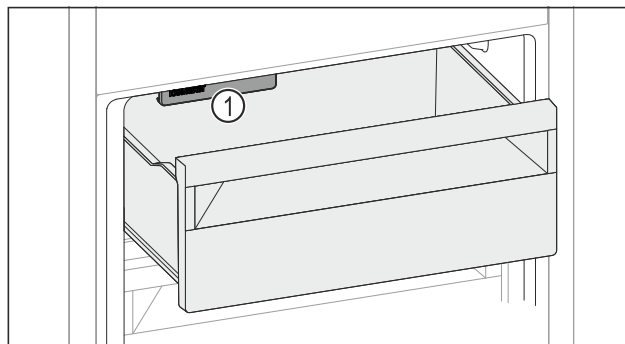

Fig. 213
- Tenere in considerazione l'IceMaker Fig. 213 (1).